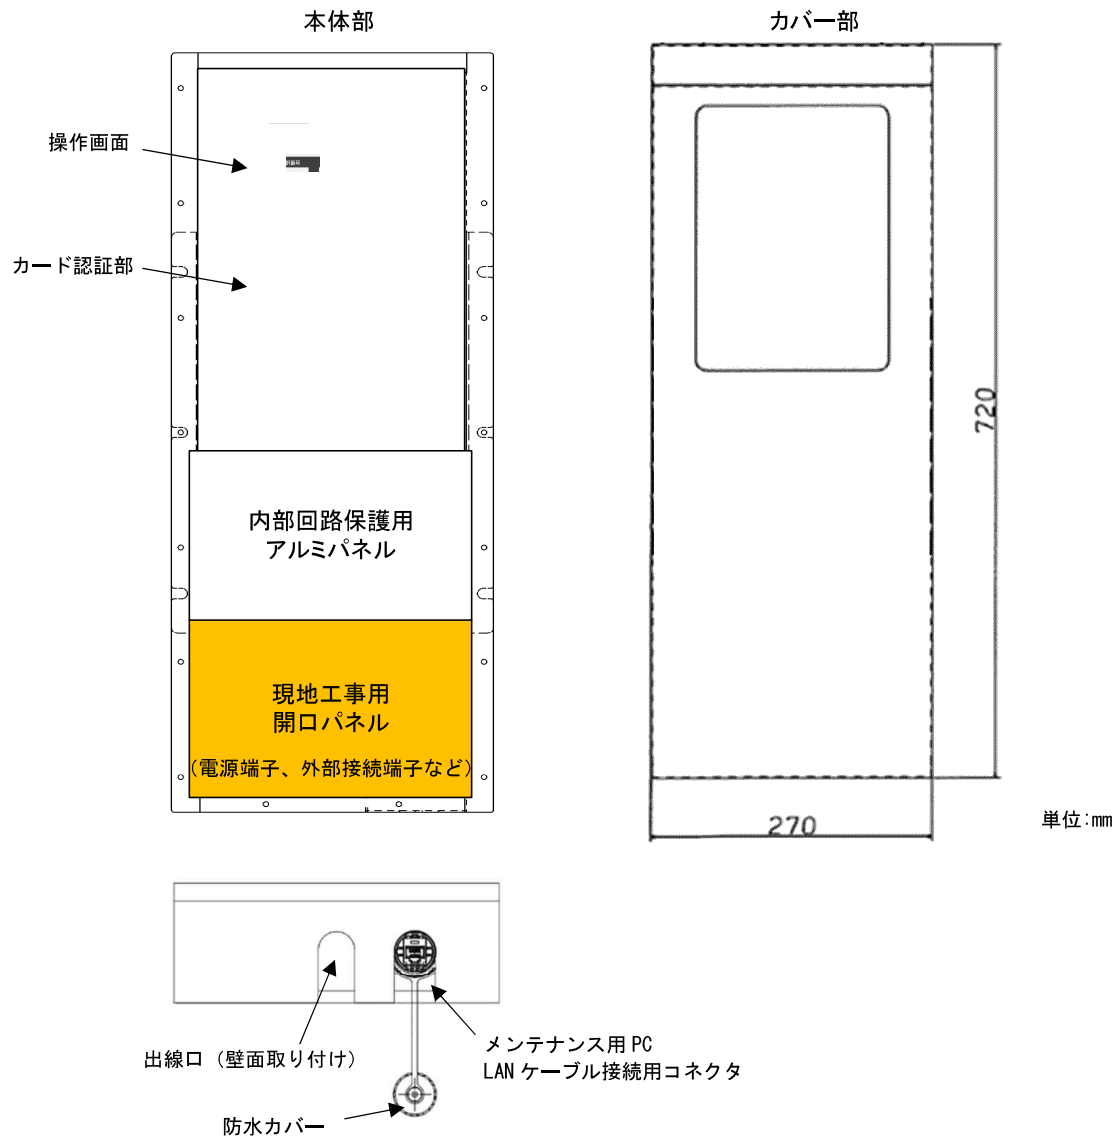

図 2-2 筐体構造図
- (1) 筐体は、本体部とカバー部の分割構造とし、現地施工時に工事者が下部パネルを開けることが出来る構造とします。(図 2-2 筐体構造図参照)
- (2) 本装置は、壁面またはポール設置を可能とします。